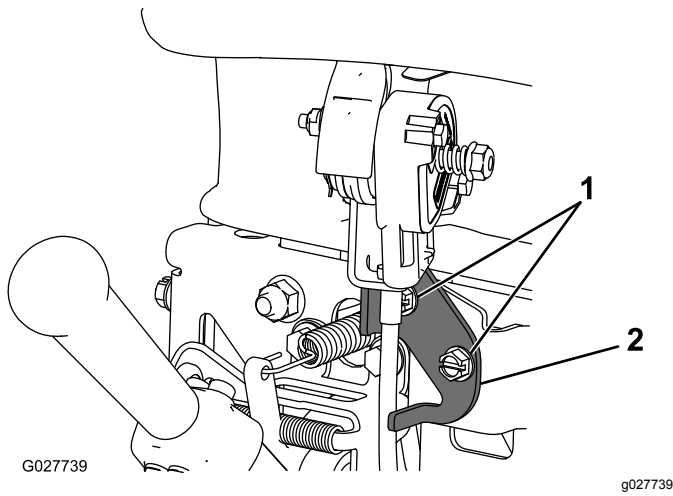

Figure 31
2. Desserrez les 2 fixations de la commande d'accélérateur (Figure 31).